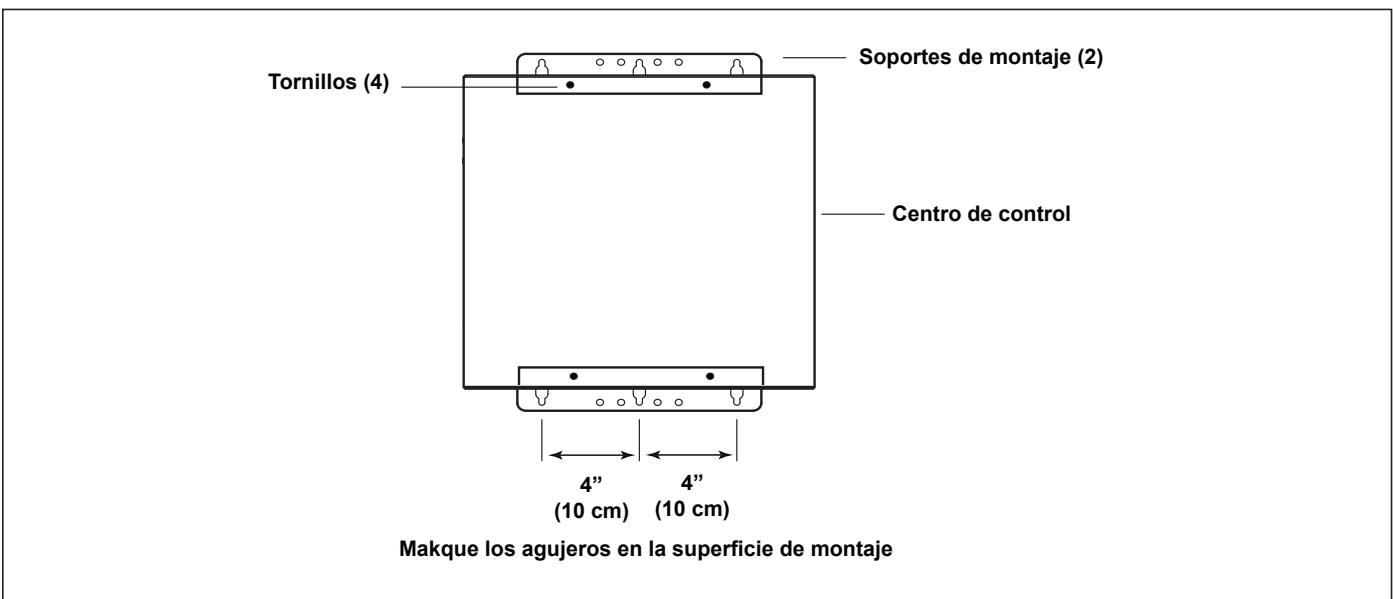

Figura 7. Instalación de la fuente de alimentación
1. Coloque el centro de control por lo menos cinco (5) pies o más lejos de la piscina / spa y cinco (5) pies arriba de tierra. Todos los códigos nacionales, estatales y locales, son aplicables.
2. El centro de control viene con dos (2) soportes de montaje, colocados en la parte trasera del centro de control durante el envío. Quite los cuatro (4) tornillos que sujetan las dos (2) soportes en el cartón de envío (véase la Figura 7). Retire y deseche el cartón.
3. Utilizando el soporte de montaje superior como guía, marque tres (3) agujeros en la superficie de montaje donde el centro de control se instalará. Perfore los agujeros en la superficie de montaje.